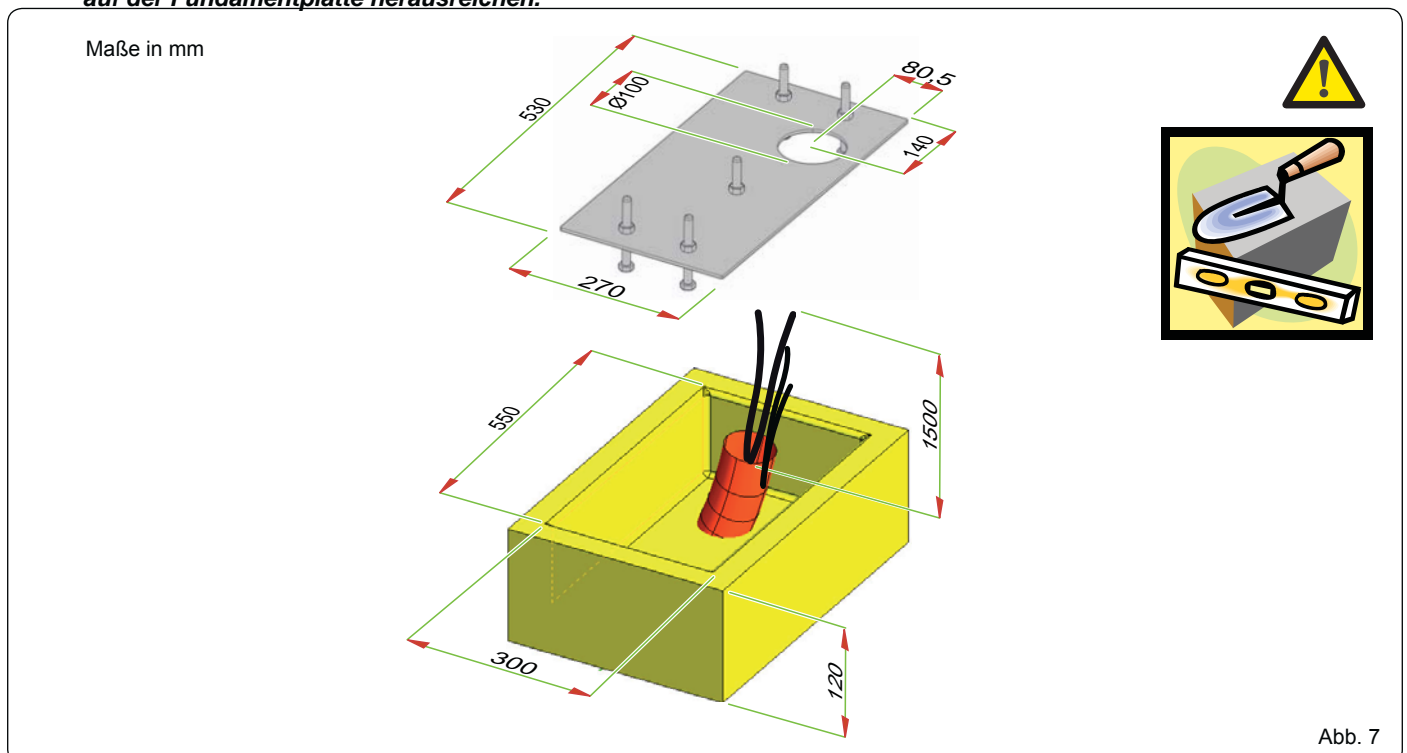

Abb. 7
3. Einen Fundamentsockel wie in Abb. 7 herstellen, die Fundamentplatte so einmauern und dabei eine oder mehrere Kabelführungen für die Durchführung der Stromkabel verlegen.